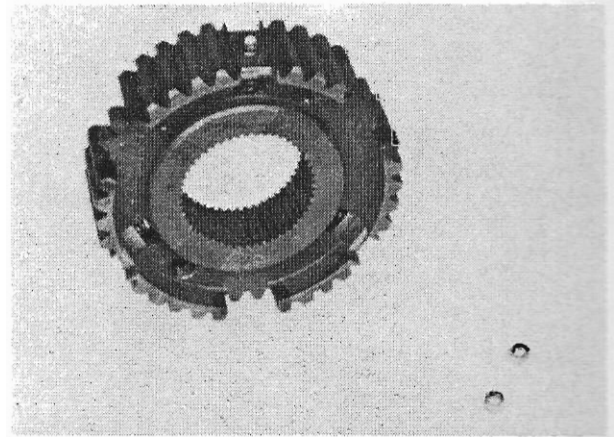

Abb. 24
c) Auf die Federn (405), die in der Bohrung jedes Schiebers stecken, je 1 Kugel (404) mit Fett aufkleben (Abb. 24).